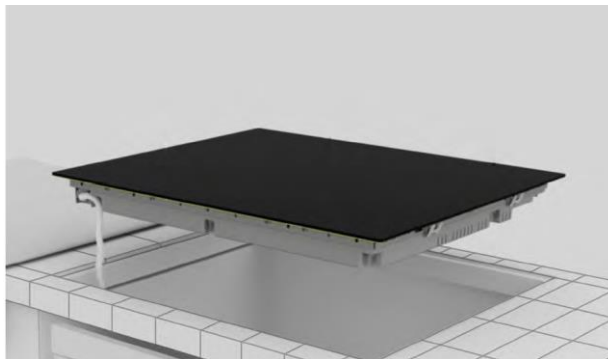

Abb. 2
- Die Auflagefläche des Kochfeldes muss vollkommen glatt sein, damit es gleichmäßig aufliegt und die aufgebraute Dichtung eine ausreichende Abdichtung gewährleisten kann (**Bild. 2**).